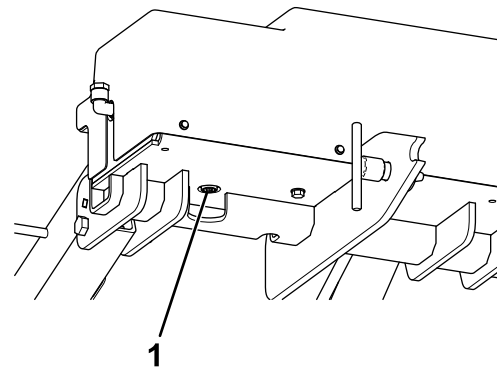

Bild 27
2. Reinigen Sie den Bereich um die Ablassschraube für Hydrauliköl (Bild 27).